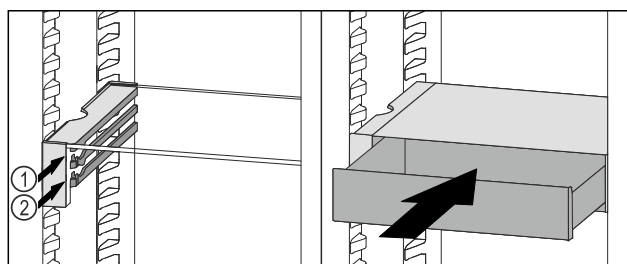

Fig. 55
- ▶ Założyć szufladę VarioSafe za stoperami na wybranych żebrowaniach Fig. 55 (1) lub Fig. 55 (2).